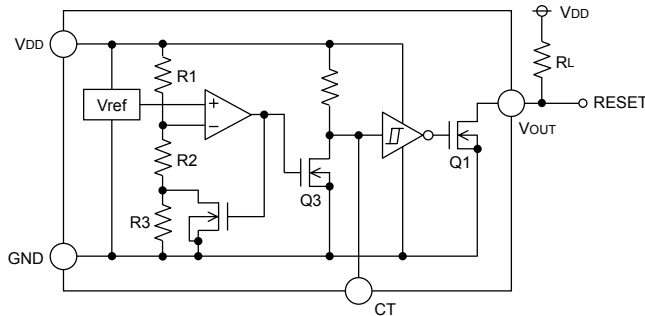
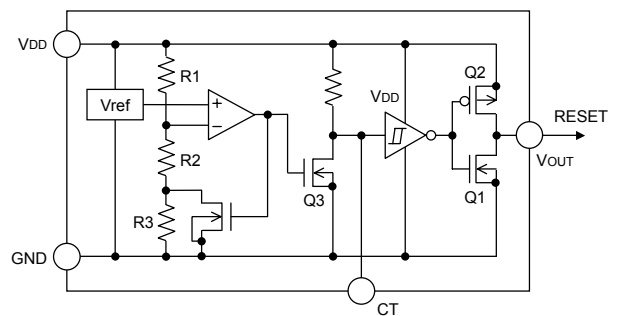

Fig.15 (BD52□□タイプ内部ブロック図)
Fig.16 (BD53□□タイプ内部ブロック図)
オープンドレインタイプ (Fig.15) と CMOS 出力タイプ (Fig.16) 共に、検出電圧及び解除電圧をスレッショルド電圧とし、VDD Pin に印加された電圧が各々のスレッショルド電圧に達した時、VOUT 端子電圧は“H”→“L”また“L”→“H”に切り換わります。BD52□□G/FVE, BD53□□G/FVE は遅延機能付のため、出力が“L”→“H”に切り換わる時、外付けコンデンサ (CCT) の値で決まる遅延時間 TPLH を設定することができます。BD52□□G/FVE シリーズでは出力形式がオープンドレイン方式であるため、プルアップ抵抗を VDD または他の電源との間に接続してください。(この場合の出力 (VOUT) H 電圧は VDD もしくは他の電源電圧になります。)
入力電源電圧 VDD を SWEEP UP 及び SWEEP DOWN させた時の入力電圧 VDD、CT 端子電圧 VCT、出力電圧 VOUT の関係は以下のようになります。(回路は P5 Fig.15,16 です。) 下図の①~⑤について説明します。
①電源投入時、VDD が動作限界電圧 (VOPL) を超え T_{PHL} 後までの間出力は不定です。よって T_{PHL} より VDD の立ち上がりスピードが速い場合 RESET 信号が出ない可能性があります。
②VDD が VOPL 以上でリセット解除電圧 (VDET+ΔVDET) 以下では CT 端子電圧 (VCT) は“L”で、出力 (VOUT) も“L”です。
③VDD がリセット解除電圧 (VDET+ΔVDET) 以上になると、CT 端子に接続されたコンデンサの値によって設定された遅延時間 T_{PLH} 遅れて VOUT が“L”から“H”に切り換わります。
④電源立ち下がり時や電源瞬断時において VDD が検出電圧 (VDET) 以下になると遅延時間 T_{PLH} 遅れて VOUT=L になります。
⑤検出電圧と解除電圧との電位差をヒステリシス幅 (ΔVDET) といいます。このヒステリシス幅以内の電源変動では出力がばたつかず、ノイズによる誤動作を防止できるよう設計されています。